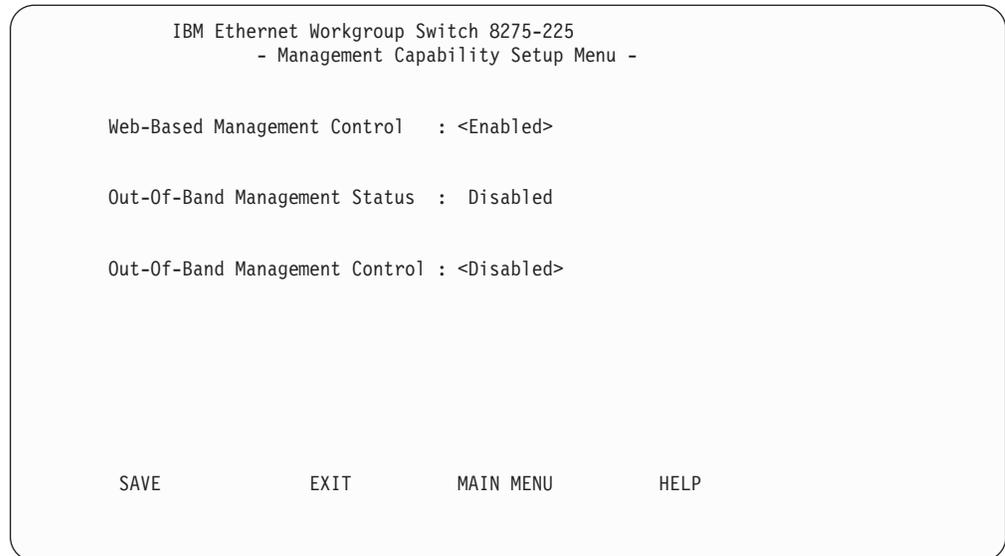

Figura 26. Painel Management Capability Setup Menu
1. Efetue Telnet no Switch Ethernet Workgroup, desative o gerenciamento Out-of-Band (fora da banda) utilizando a Figura 26 na página 37 (consulte a Figura 26 na página 37) e reinicialize o switch.
2. Desconecte o modem e o cabo serial da porta de gerenciamento. Conecte um cabo de modem nulo, estabeleça uma sessão de emulação VT100 e ligue o switch novamente (inicialização a frio). Quando a mensagem 10SEC TO OOB for exibida no painel de controle do switch, pressione ENTER no console local. Este procedimento conecta você ao menu do console de início de sessão, que permite desativar o gerenciamento Out-of-Band (fora da banda) utilizando a Figura 26 na página 37 (consulte a Figura 26 na página 37) e reinicialize o switch.
A seleção desta opção exibe o painel Management Capability Setup Menu, mostrada na Figura 26 na página 37.